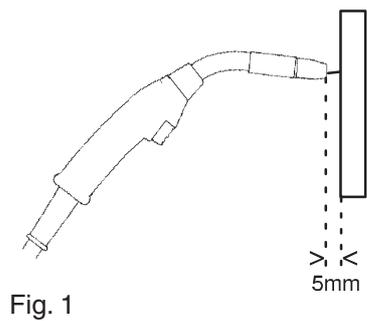

Fig. 1
- Cuando se coloca la pistola a una distancia de aproximadamente 5 mm del pedazo de madera. (fig.1) los rodillos de alimentación deberán patinar.